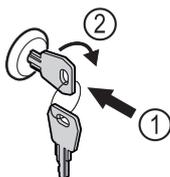

Fig. 170
- ▶ Inserire la chiave Fig. 170 (1).
- ▶ Ruotare la chiave di 90° in senso orario Fig. 170 (2).